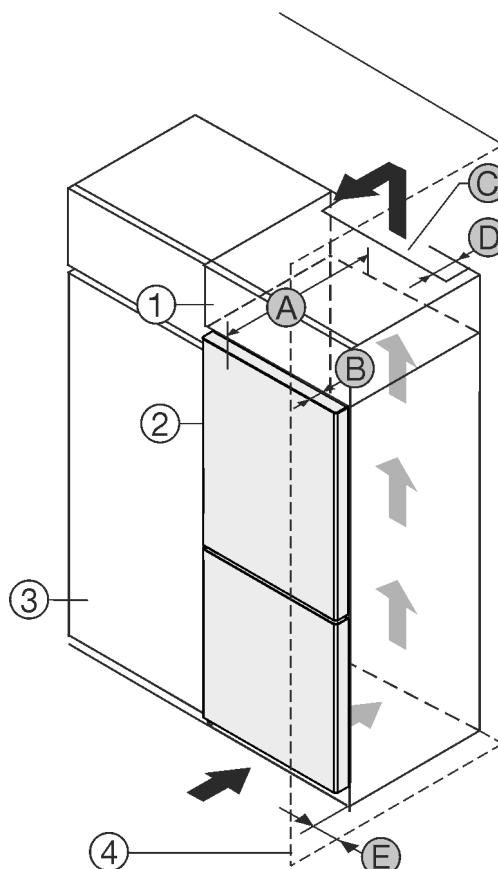

Fig. 1
Ju mund ta instaloni pajisjen direkt ngjitur me dollapin e kuzhinës Fig. 1 (3).
Në faqen e pasme të dollapit së montimit duhet të ketë një hapësirë ajrimi me thellësi Fig. 1 (D) në të gjithë gjëresinë e dollapit të montimit.
Nën mbulesën e hapësirës duhet respektuar seksioni tërthor i qarkullimit të ajrit Fig. 1 (C).
Nëse instaloni pajisjen me mentesha pranë një muri Fig. 1 (4), atëherë duhet që distanca midis pajisjes dhe murit të jetë të paktën 13 mm.
Nëse instaloni pajisjen me mentesha pranë një muri Fig. 1 (4), atëherë duhet që distanca midis pajisjes dhe murit të jetë të paktën 20 mm.
Në mënyrë që dera të mund të hapet plotësisht, duhet që pajisja të dalë jashtë përparrë kanatit të dollapit të kuzhinës sa thellësia e derës Fig. 1 (B). Në varësi nga thellësia e dollapëve të kuzhinës Fig. 1 (3) dhe përdorimi i ruajtësve të distancës nga muri, pajisja mund të dalë më shumë përparrë dollapit.